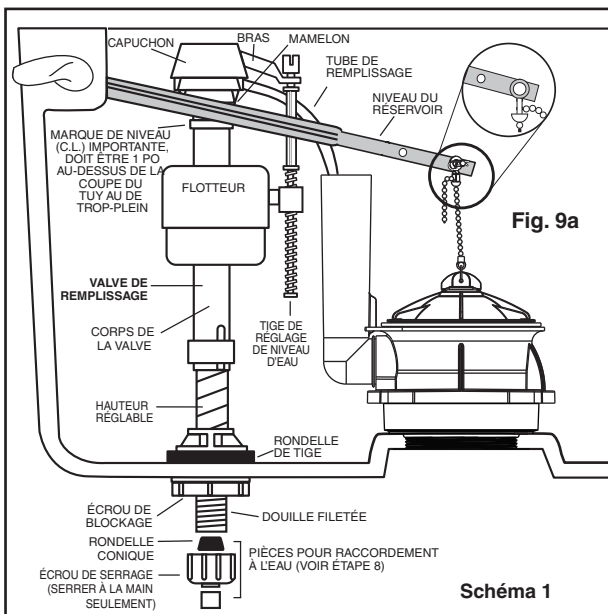

Fig. 9a
b. Si la cuvette ne se vide pas, il sera peut-être nécessaire d'effectuer un ajustement de la chaîne de levage. Enlever tout simplement la chaîne de la pince de retenue (voir Fig. 9a), la remonter pour enlever du jeu et insérer à nouveau dans la tige de levage. S'assurer que la chaîne n'est pas trop tendue.